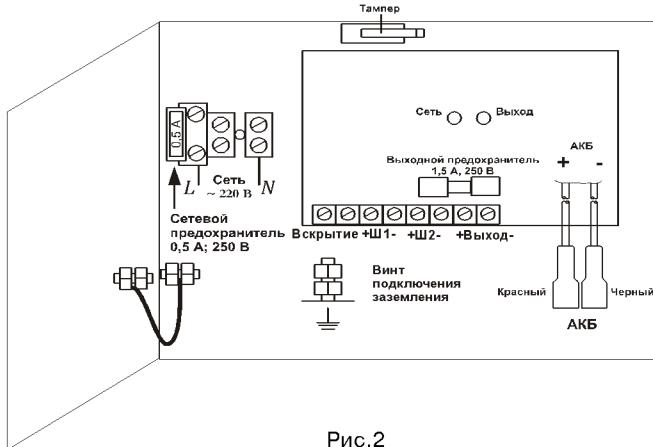

Рис.2
- устанавливать вместо предохранителей (вставок плавких) перемычки или предохранители не соответствующие указанным на схеме (рис.2) номиналом;